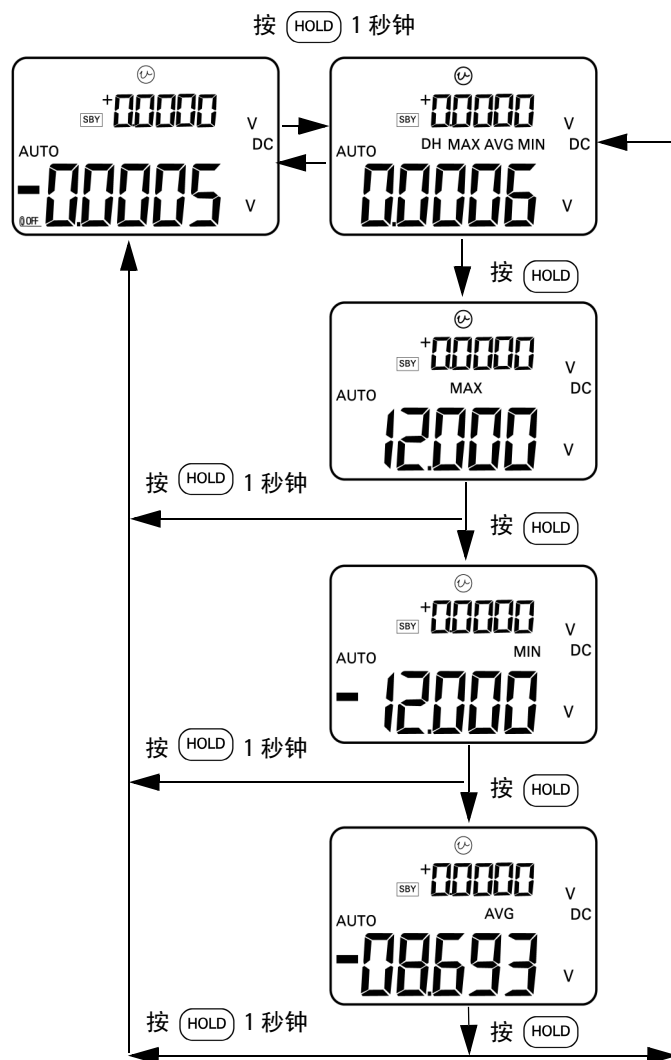

图 3-7 动态记录模式
- 2 按 **MAX·MIN** 以在最大值、最小值、平均值和当前读数之间循环。将显示 **MAX**、**MIN**、**AVG** 或 **MAX AVG MIN** 标识符以表明当前显示的是哪个值。请参见第 59 页上的图 3-7。